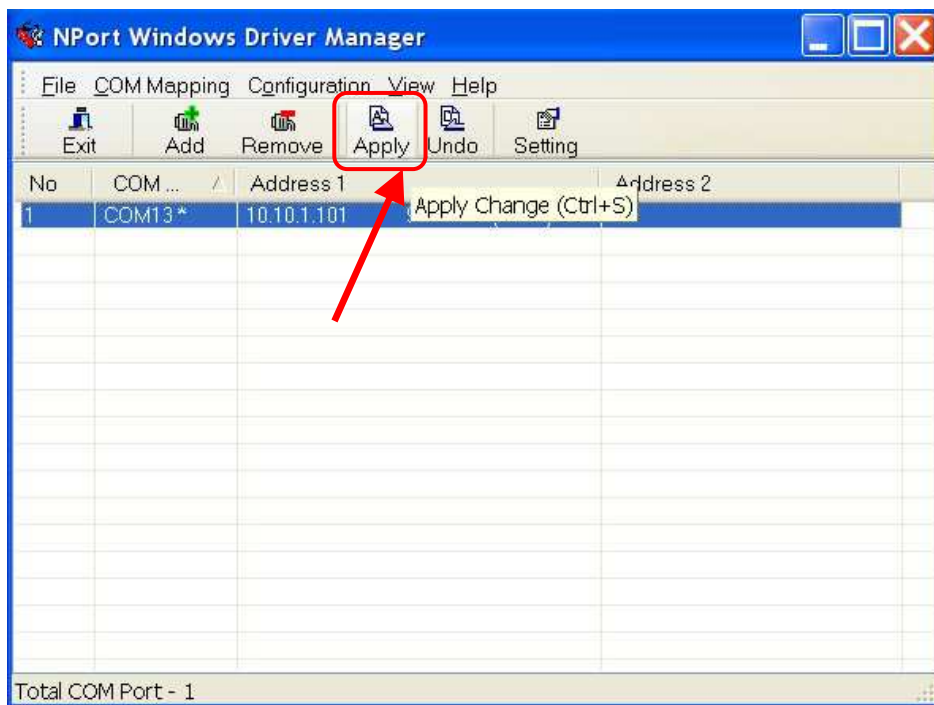

Рис. 16.18. Утилита «NPort Windows Driver Manager», применение изменений.
16.21. В окне утилиты «NPort Windows Driver Manager» выделите «мышкой» настраиваемый порт и нажмите на кнопку «Apply» (см. Рис. 16.18).